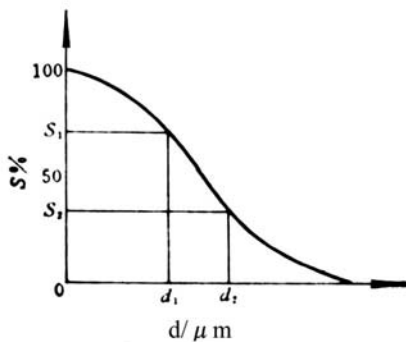

图 3 积分分布图
③ 对于其它任一时间都可求出相应于某 d 值的百分含量。将计算结果列于前表中。
(4) 作积分分布曲线和微分分布曲线
①积分分布曲线。根据表中数据, 以颗粒直径(μm)为横坐标, 直径大于该值的粒子占的百分含量 S 为纵坐标, 作图即为积分分布曲线。从此曲线可求得在一直径范围内之百分含量。如 d_1 至 d_2 内之含量为 $S_1 - S_2$ 。(图 3)